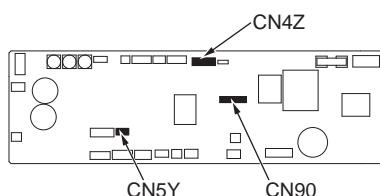
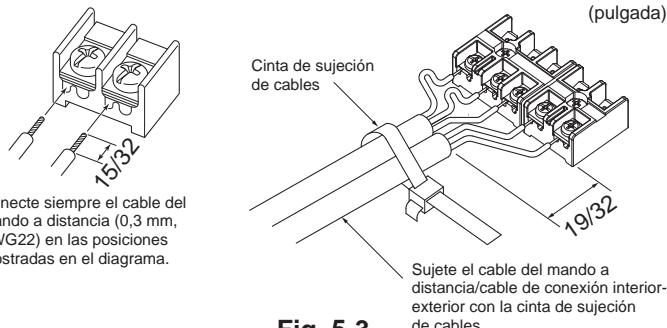

Fig. 5-2
Fig. 5-3
5.1. Unidad interior (Fig. 5-1, Fig. 5-2, Fig. 5-3)